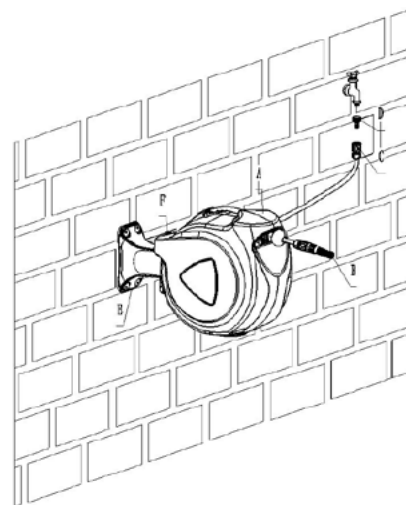

Bild 7
5. Koppla anslutningsslangen till vattenkranen. *(Bild 7)*